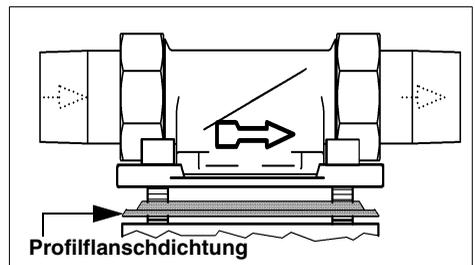

Abb. 3: Einbaudrehflansch
**Der Einbaudrehflansch muss in Fließrichtung installiert werden. Diese ist durch einen eingegossenen Pfeil gekennzeichnet (siehe Abb. 3).**
Das Profil der Profildichtung muss zum Einbaudrehflansch zeigen. Wird dies nicht beachtet, so kann es zu Undichtheiten und zum Austreten von Wasser kommen. Dabei können Wasserschäden an Haus und Einrichtung entstehen (siehe Abb. 3).